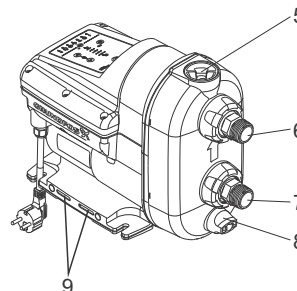

Fig. 19 Bomba SCALA
5. Abra gradualmente o bujão de ferragem e remova-o. Consulte a fig. 19 (5).
6. Remova o bujão de drenagem e drene a bomba. Consulte a fig. 19 (8).
7. Desaperte a anilha de união que fixa a ligação de entrada. Consulte a fig. 19 (7). Dependendo do tipo de instalação, poderá ser necessário remover as tubagens das ligações de entrada e de saída.
5. Abra gradualmente o bujão de ferragem e remova-o. Consulte a fig. 19 (5). O bujão e a válvula de retenção são uma unidade.